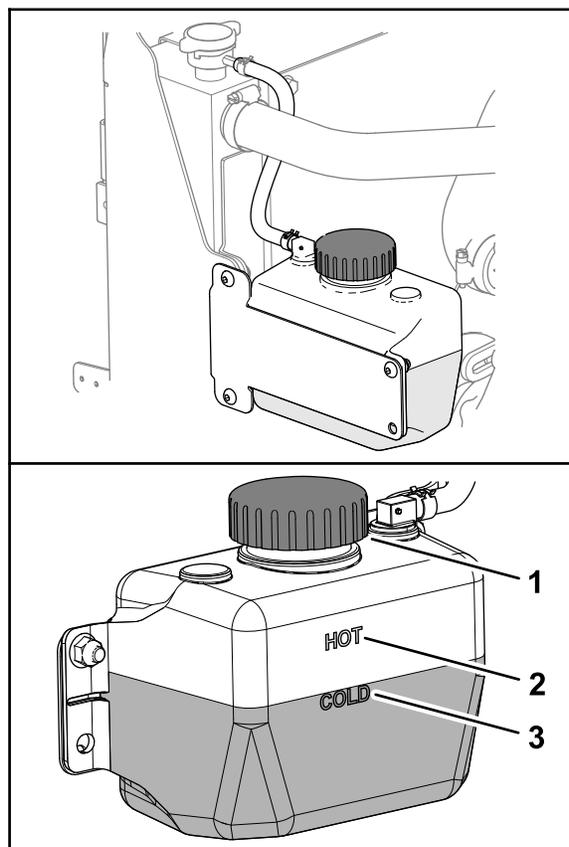

Рисунок 93
3. Проверьте уровень охлаждающей жидкости в бачке (Рисунок 93).